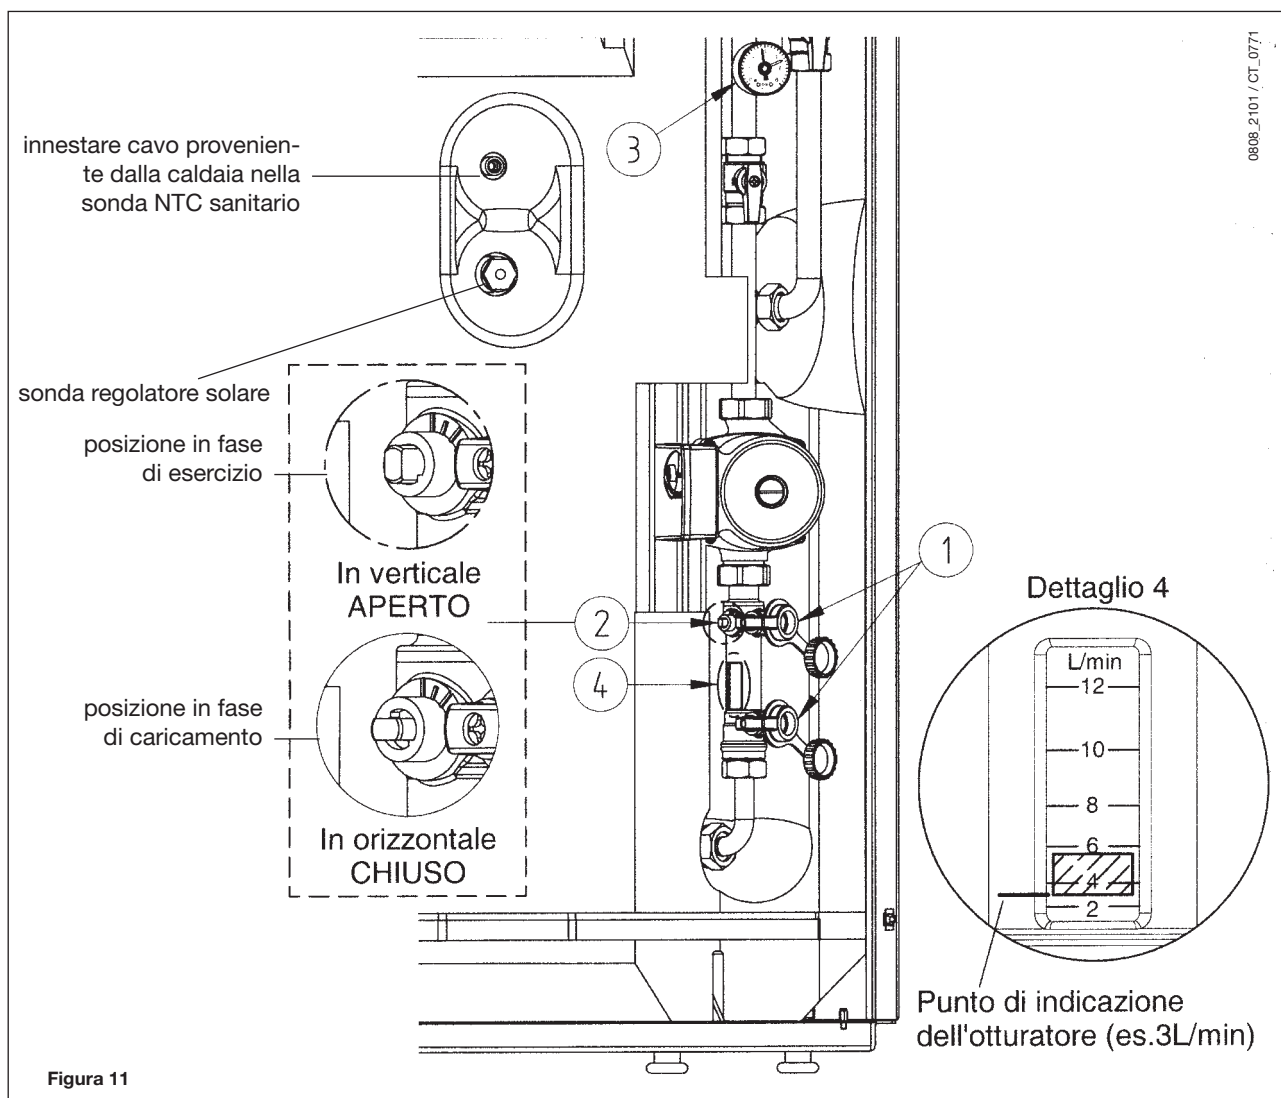

Figura 11
Verificare periodicamente che la pressione, letta sul manometro circuito solare (3 - figura 11) situato sulle destra del bollitore, ad impianto freddo sia di 2,5 bar.
E' possibile effettuare questa operazione agendo sui rubinetti di carico/scarico presenti sul gruppo caricamento/flussimetro accessibile rimuovendo la porta dell'unità bollitore (vedi figura 11).
- accedere alla morsetteria di alimentazione (figura 11);
- collegare i terminali del termostato ambiente sui morsetti (1) e (2);
Innestare il cavo uscente dalla morsetteria M2 (morsetti 5-6 – figura 16) alla sonda NTC presente sulla parte frontale del bollitore (figura 11).